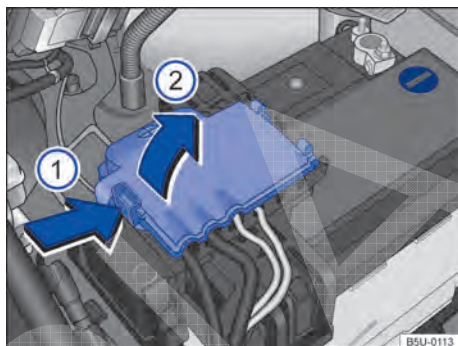

Fig. 181 Compartimento do motor: acesso ao terminal positivo da bateria.
- Abrir a cobertura do polo positivo. Para abrir pressionar a trava no sentido da seta → Fig. 181 ①, rebater a cobertura para o lado no sentido da seta ②.